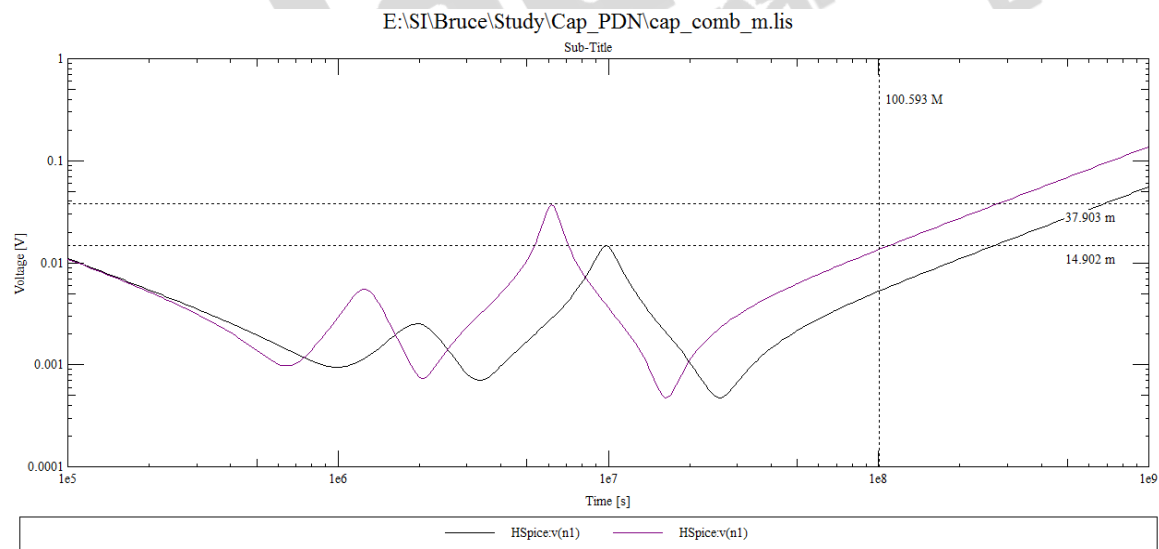
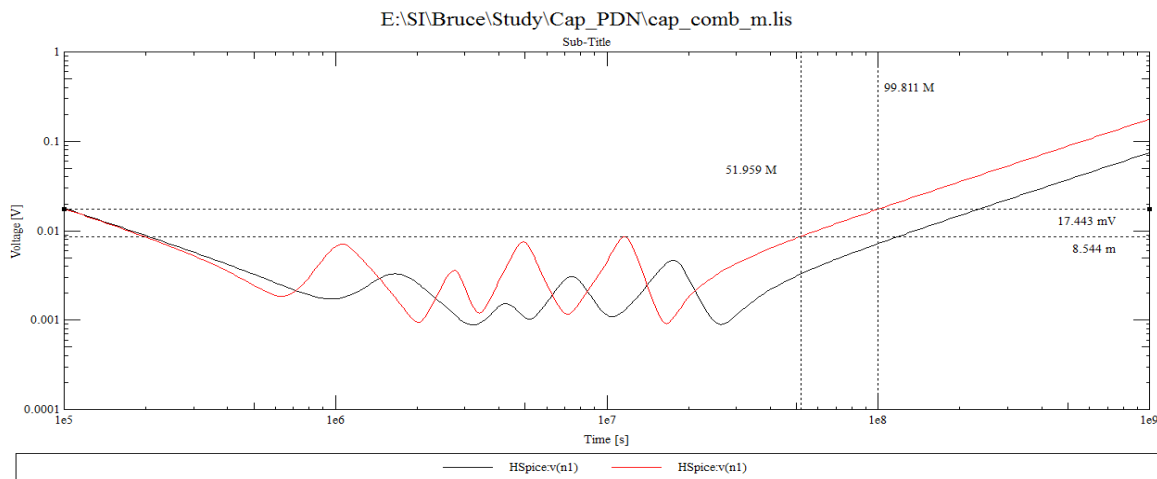

图 1
图 2
图 1 是采用 100uf，10uf 和 0.1uf 电容组成的阻抗曲线。黑色曲线没有考虑安装电感，紫色曲线简单评估了一下安装电感。这是我们大部分项目采用的电容组合，能看到基本可以满足 100M 以内 50 毫欧的目标阻抗设计要求。这也验证了我们现在使用这样的电容组合是符合电源设计要求的。唯一的缺点就是在部分频段，电容的数量有点过设计。
- 2、增加电容种类，可以用最合适的电容组合来实现 PDN 的设计要求。如图 2 所示，没有增加电容的总数量，只是优化了电容容值选择，就基本实现了 50M 以内 8 毫欧的阻抗设计，100M 以内的阻抗设计也比图 1 要小很多。
(注：图 1 和图 2 采用了 Hspice 仿真，模拟多种电容并联的效果，由于等效电路网表的写法，纵坐标单位显示是电压 V，但是取值等效于阻抗。大家如果对这个 Hspice 网表有兴趣，可以在 PCBtime 论坛上进行讨论交流)